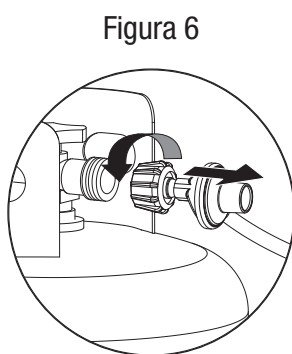

Figura 6
Desconectar el tanque de gas propano líquido (PL) (Figura 6)